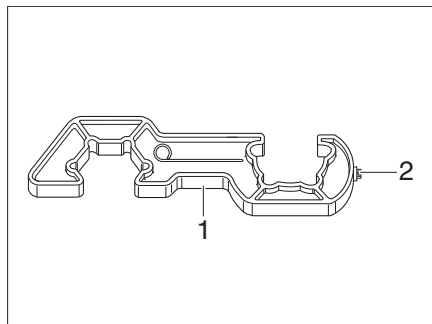

Fig. 85 Elemento auxiliar de enroscado
- ▶ Para enroscar y desenroscar las mangueras de alta presión, utilizar el elemento auxiliar de atornillado (Fig. 85,1). Garantiza el par de apriete necesario y evita que se produzcan daños en la unión atornillada por el uso de una herramienta incorrecta.
- Desenroscar la manguera de alta presión (Fig. 82,3) de la bombona de gas con el elemento auxiliar de enroscado (Fig. 85).